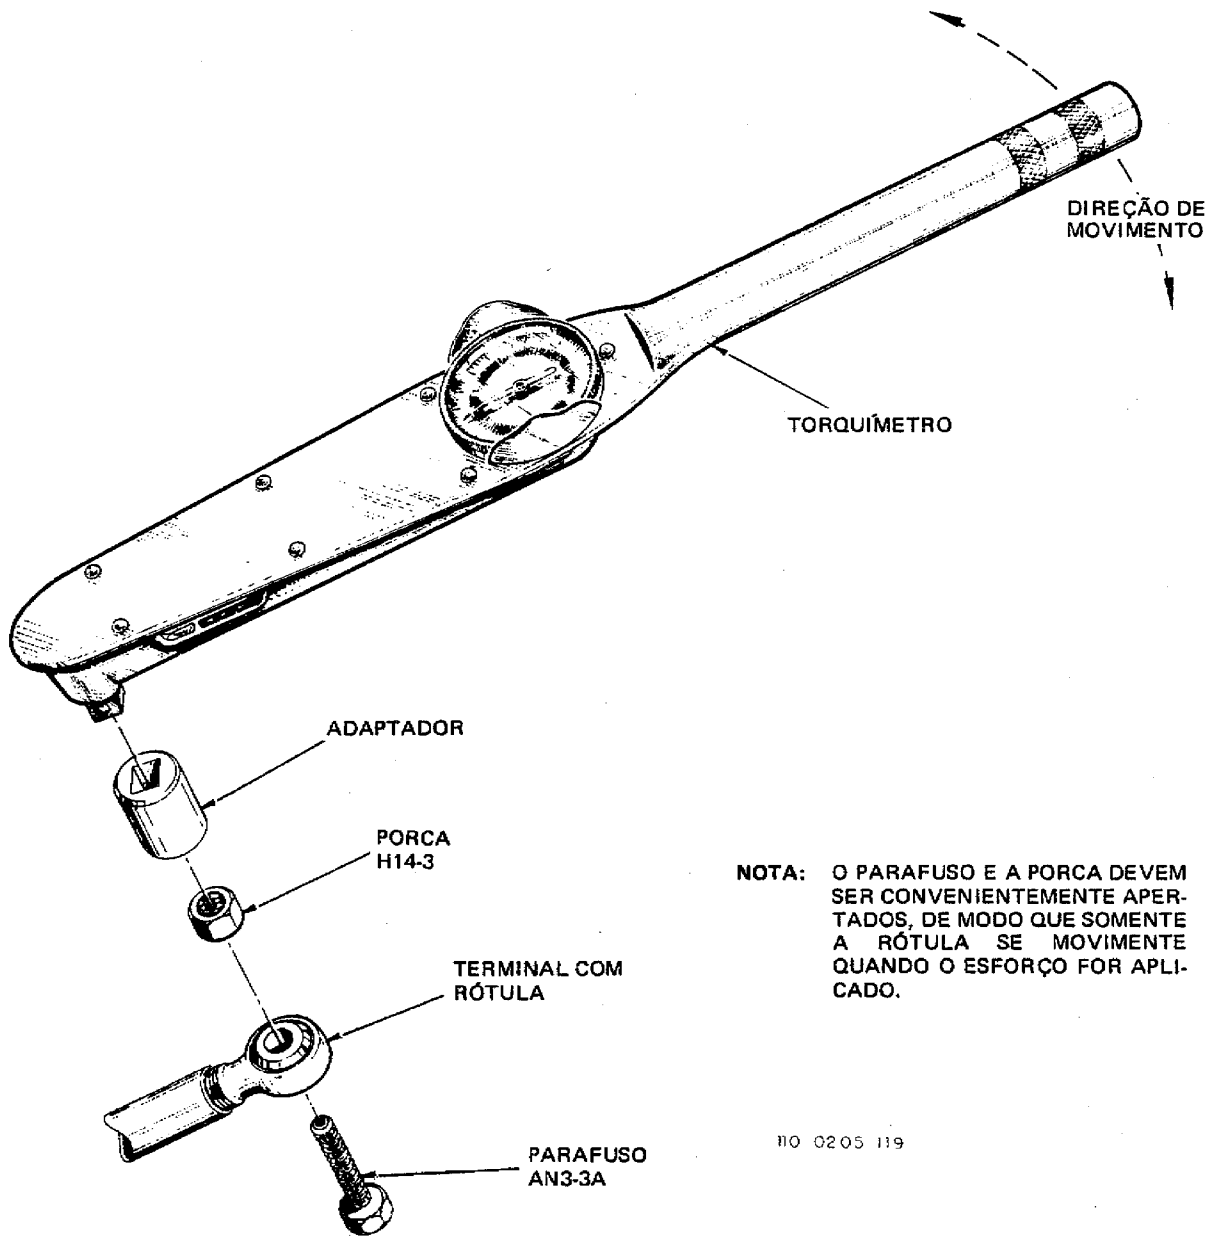

Figura 4-13. Medição do Torque de Movimentação das Rótulas
4-39. PROCEDIMENTOS PARA INSPEÇÃO DE RÓTULA NAS HASTES DE COMANDOS DOS COMPENSADORES (figura 4-13)
3. Inspeccione a rótula quanto a emperramento do anel interno, medindo o torque necessário para movimentação da rótula, por meio de um torquímetro adaptado (veja a figura 4-13). O valor obtido deve estar compreendido entre 6,0 kg.mm e 35,0 kg.mm (0,5 lb.pol e 3,0 lb.pol).